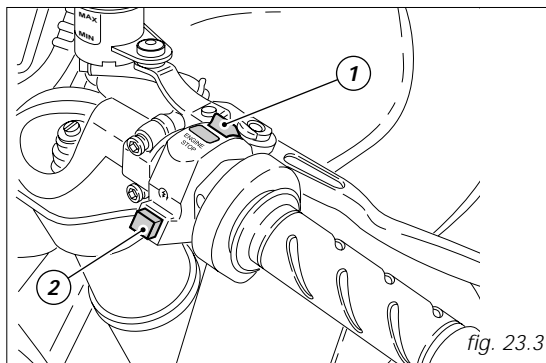

fig. 23.3
3) Accertarsi che l'interruttore d'arresto (1, fig. 23.3) sia nella posizione  (**RUN**), premere quindi il pulsante avviamento (2).